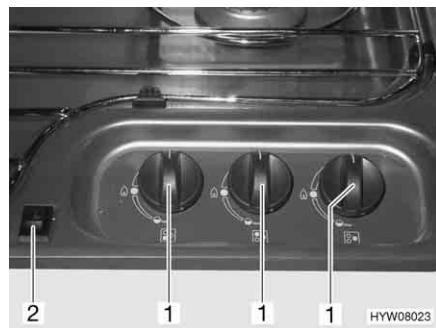

Fig. 122 Elementi di comando del fornello a gas
- Ruotare il pomello girevole (Fig. 122,1) dell'impianti a fiamma libera desiderato in posizione accesa (fiamma alta).
- Premere l'interruttore a bilico (Fig. 122,2). Sul bruciatore vengono prodotte scintille.